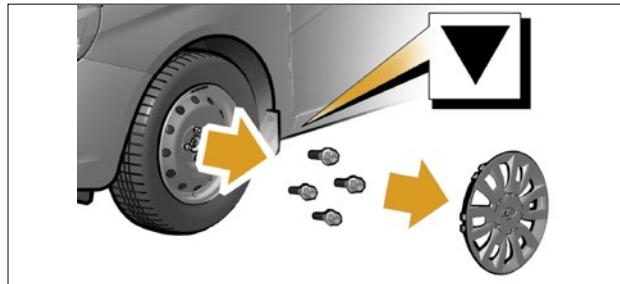

Рис. 2. Замена колеса
- снимите колпак колеса (**в вариантом исполнении**), см. рис. 2;
- места установки домкрата **в вариантом исполнении** обозначены специальными метками на порогах (рис. 2);